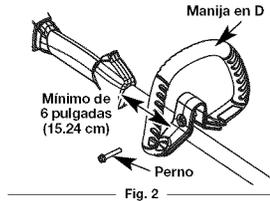

Fig. 2
1. Afloje el perno que está en la manija lo suficiente para moverla (Fig. 2).
3. Apriete el perno hasta que la manija en D esté segura. (Fig. 2)